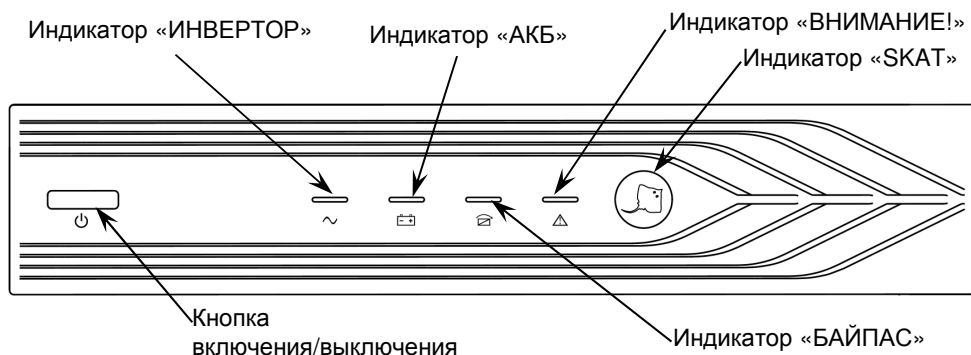

Рисунок 1 – Общий вид передней панели изделия.
**Изделие выполнено** в металлическом корпусе с перфорированной пластиковой передней панелью, на которой расположены кнопка включения/выключения и светодиодные индикаторы (рисунок 1).